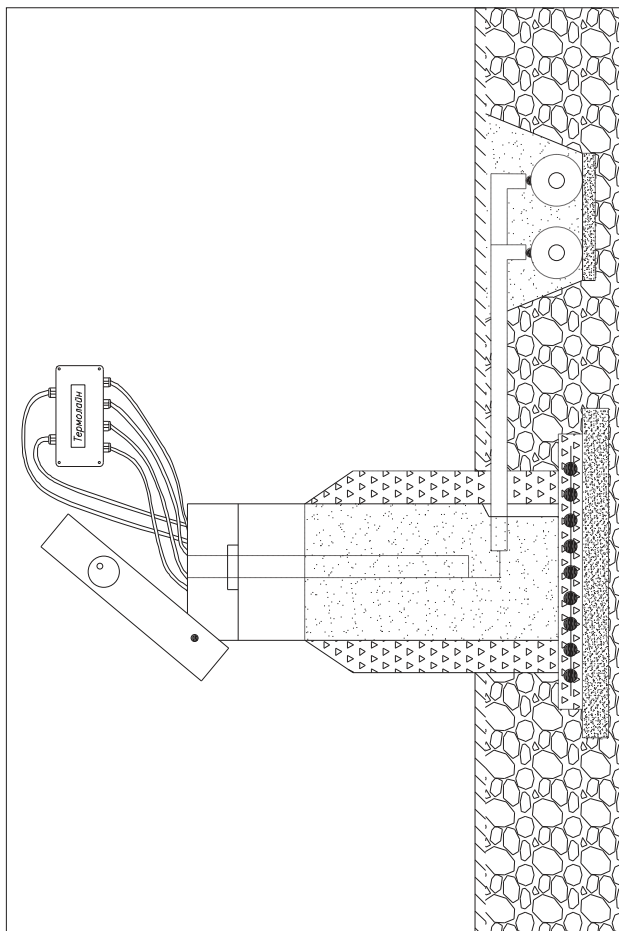

Рис. 4 Установка терминала в наземном ковре
12. При установке терминала в ковре (**Рис. 4**) пункты с **6** по **8** не выполнять.